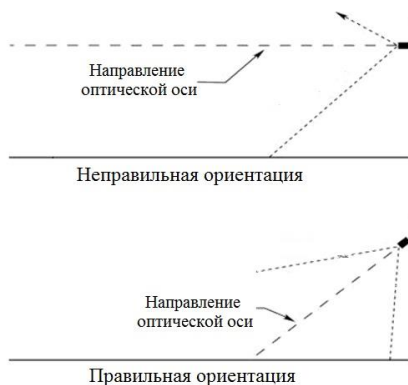

Рисунок 4.5 – Установка термокожуха с ИК-подсветкой по отношению к горизонту
4.5.3 ИК-подсветку рекомендуется нацеливать на объект по нисходящей под углом к горизонту, по крайней мере, 10 - 20 градусов (см. рис. 4.5). Такая установка предотвращает скопление влаги на смотровых окнах.